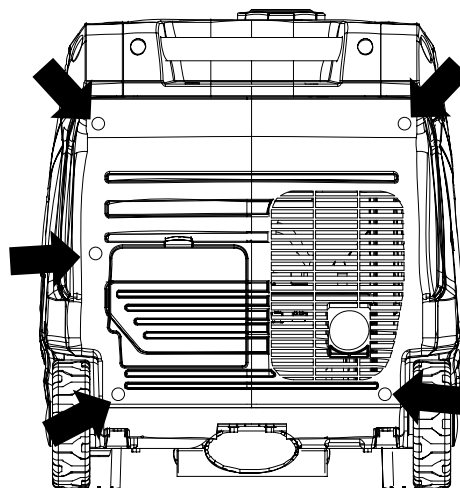

Figure 20: Remove Muffler Access Panel
3. Retirez les vis qui maintiennent le couvercle du silencieux en place (voir Figure 20).